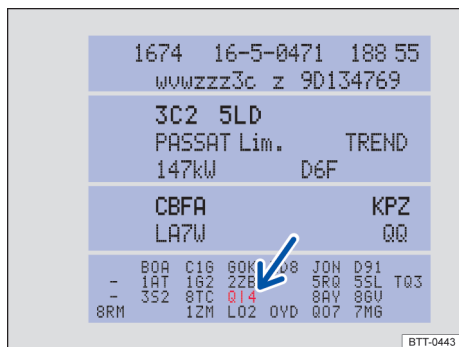

Fig. 241 Etiqueta de dados do veículo com número PR do serviço correspondente (representação esquemática).
- Consulte o número PR que aparece na etiqueta de dados do veículo → Fig. 241 (se- ta) → Página 314.